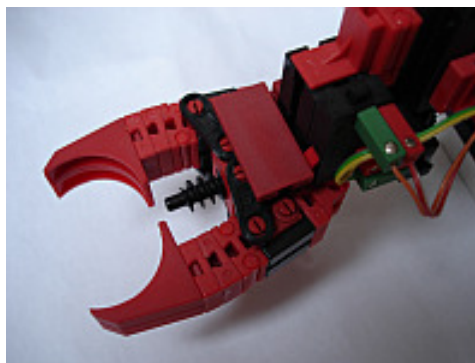

Bild 4: Robbi Greifer
- der Robbi, siehe Bild 4, kann zugreifen und öffnen